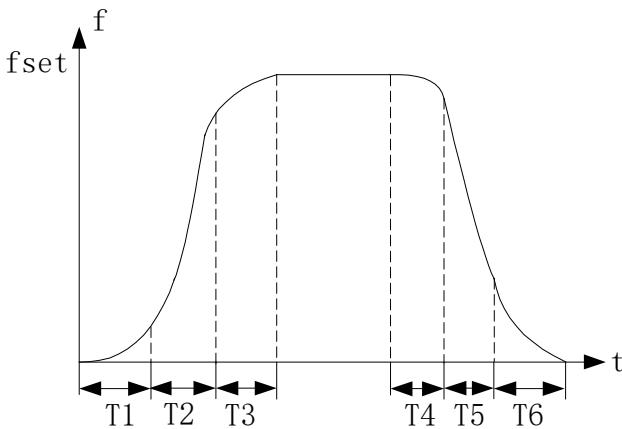

图 F1-3 S 曲线加减速
变频器在加减速过程中，输出频率与加减速时间为 S 曲线关系，按照 S 形曲线递增或递减，如图 F1-3 的曲线所示，T1 为加速起始段时间，T3 为加速结束段时间，T4 为减速起始段时间，T6 为减速结束段时间，T2, T5 为直线加速时间，此时加减速时间与直线加减速一致。
变频器在加减速过程中，输出频率与加减速时间为 S 曲线关系，按照 S 形曲线递增或递减，如图 F1-3 的曲线所示，此时加减速时间与直线加减速一致。
变频器在加减速过程中，输出频率与加减速时间为 S 曲线关系，按照 S 形曲线递增或递减，如图 F1-3 的曲线所示。
S 曲线起始段时间如图 F1-3 中的①所示，是输出频率的斜率从零逐渐增大的阶段。
S 曲线上升段时间如图 F1-3 中的②所示，是输出频率的斜率保持恒定的阶段。
S 曲线结束段时间如图 F1-3 中的③所示，是输出频率的斜率从大逐渐减小到零的阶段。
S 曲线减速起始段时间如图 F1-3 中的 T4 所示, 是输出频率的斜率从零逐渐增大的阶段。
S 曲线减速时直线减速段时间如图 F1-3 中的 T5 所示, 是输出频率的斜率保持恒定的阶段。
S 曲线减速结束段时间如图 F1-3 中的 T6 所示, 是输出频率的斜率从大逐渐减小到零的阶段。